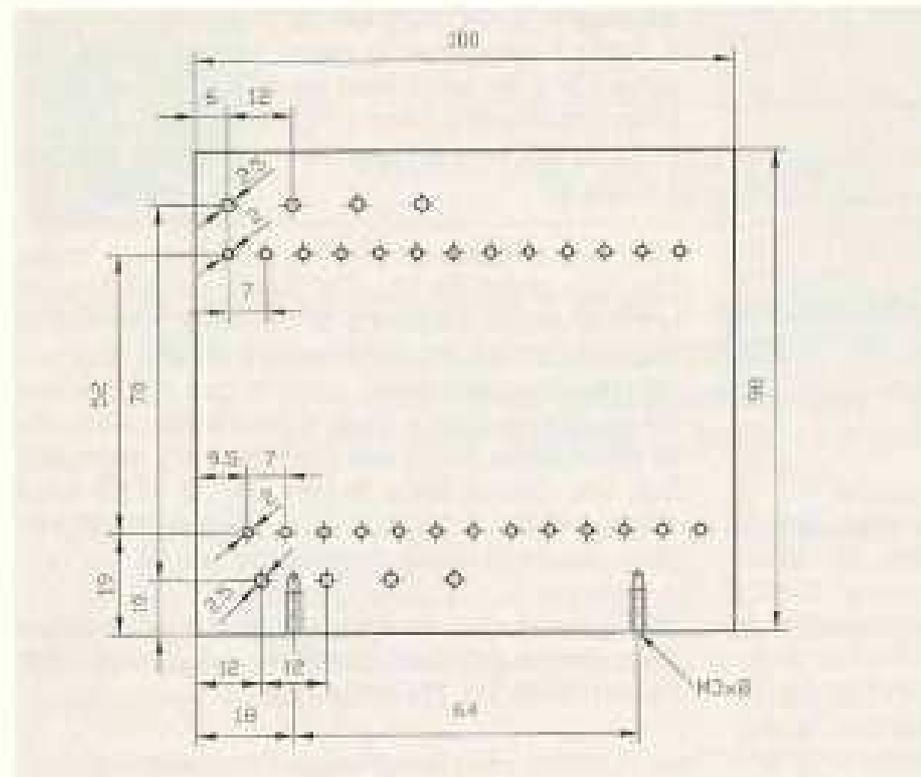

Fig. 2:
Voir le croquis ci-joint (Figure 2).
B) Tracez sur cette plaque les points de passage du fil de la bobine intérieure, dont le diamètre est de 50 mm et la self extérieure de diamètre 70 mm (voir Figure 2). Utilisez un feutre pointu pour bien marquer l'emplacement des points.